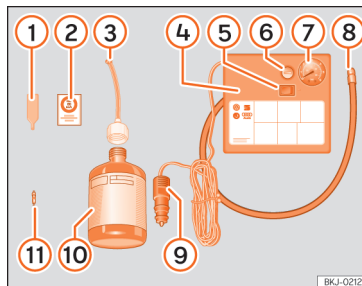

Fig. 201 Representação standard: conteúdo do kit antifuros.
O kit antifuros está localizado na bagageira, por baixo do revestimento do piso. Inclui os seguintes componentes >>> **Fig. 201:**
- Desenrosque a proteção e o obus da válvula do pneu. Utilize o aparelho >>> **Fig. 201 1** para retirar o obus. Coloque-o numa superfície limpa.
- Agite com força a garrafa de vedante de pneus >>> **Fig. 201 10**.
- Enrosque o tubo de enchimento >>> **Fig. 201 3** na garrafa de vedante. O selo da garrafa partir-se-á automaticamente.
- Remova o tampão do tubo de enchimento >>> **Fig. 201 3** e enrosque a extremidade aberta do tubo na válvula do pneu.
- Volte a colocar o obus com o aparelho »» **Fig. 201 ①** na válvula do pneu.
- Enrosque o tubo de enchimento do pneu do compressor »» **Fig. 201 ⑧** na válvula do pneu.
- Verifique se o parafuso de evacuação de ar está fechado »» **Fig. 201 ⑥**.
- Ligue o conector »» **Fig. 201 ⑨** a uma tomada de corrente de 12 volts do veículo »» **Página 196**.
- Ligue o compressor de ar com o interruptor ON/OFF »» **Fig. 201 ⑤**.
- Cole o autocolante »» **Fig. 201 ②** no painel de instrumentos, dentro do campo visual do condutor.
Volte a enroscar o tubo de enchimento »» **Fig. 201 ⑧** e verifique a pressão no manómetro **⑦**.